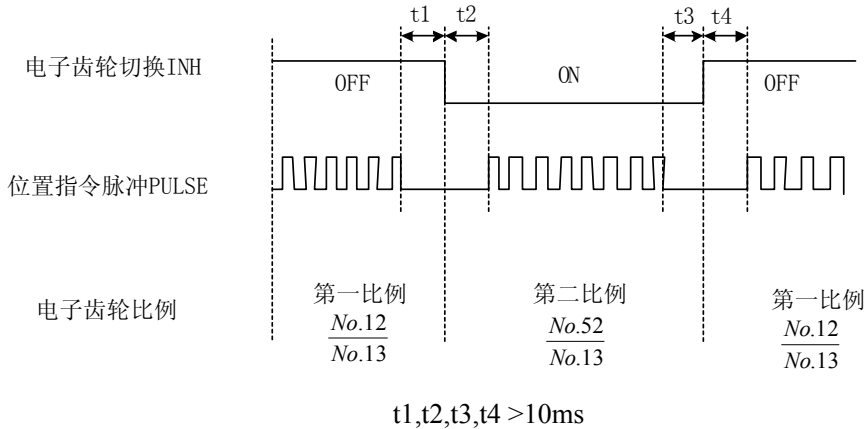

图 7.12 动态电子齿轮切换时序
- 注意 电子齿轮切换时，必须满足图 7.12 时序，在输入 INH 的变化点前后至少 10ms，不要发脉冲。